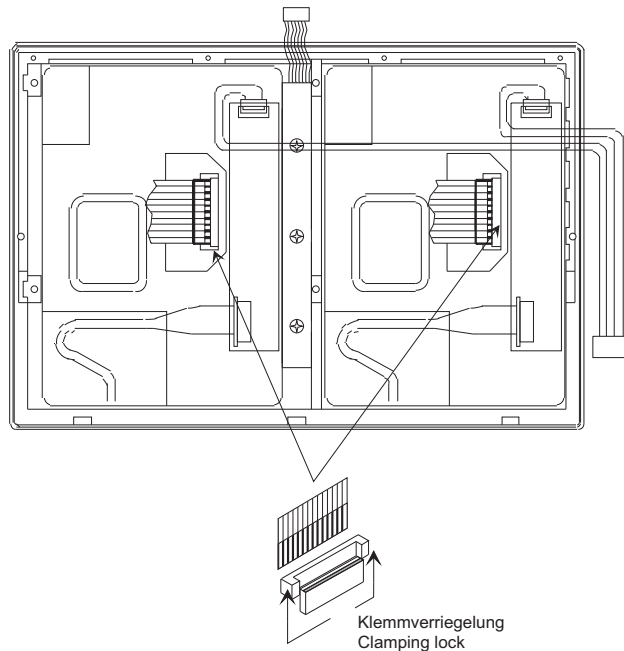

Bild 4-6: Lösen der Flachbandkabel am Display
8. Lösen Sie die Steckverbindungen der flexiblen Flachbandkabel am Display. Entfernen Sie die Flachbandkabel. Achten Sie darauf die Flachbandkabel nicht durch Verkanten zu beschädigen. (Bild 4-6)